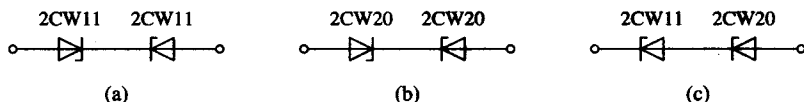

图 1-10
3. 已知稳压管 $2\text{CW}11$ 稳压值的电压温度系数为 $-0.05\%/^{\circ}\text{C}$, $2\text{CW}20$ 为 $+0.095\%/^{\circ}\text{C}$ 。为了减小温度对稳压值的影响, 有人把同一型号的两个稳压管正、反向串联, 如图 1-10(a)、(b)所示。也有人把这两种不同型号的稳压管串联使用, 如图 1-10(c)所示。你认为这三种做法是否都能起到减小电压温度系数绝对值的作用?